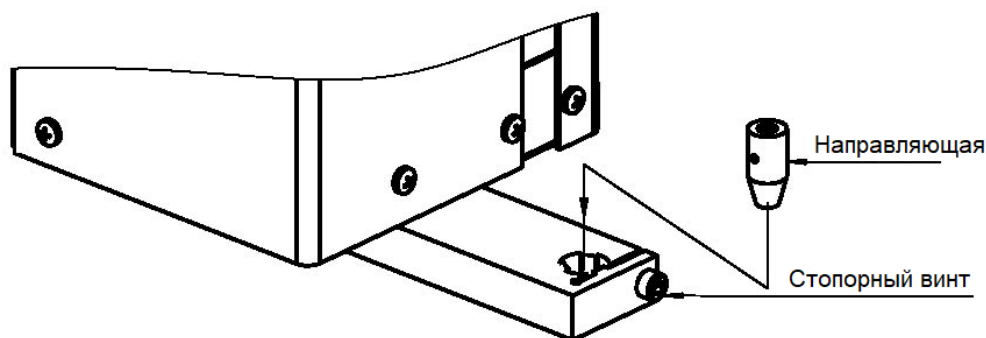

Рис. 6 Схема установки направляющих
(1) В соответствии с диаметром обрабатываемого отверстия определите необходимые характеристики электрода, а затем выберите соответствующие характеристики направляющей;
(2) Ослабьте фиксирующий винт направляющей, как показано на Рис. 6, ослабьте отверстие для сжатия направляющей, установите выбранную направляющую и снова зафиксируйте фиксирующий винт направляющей.